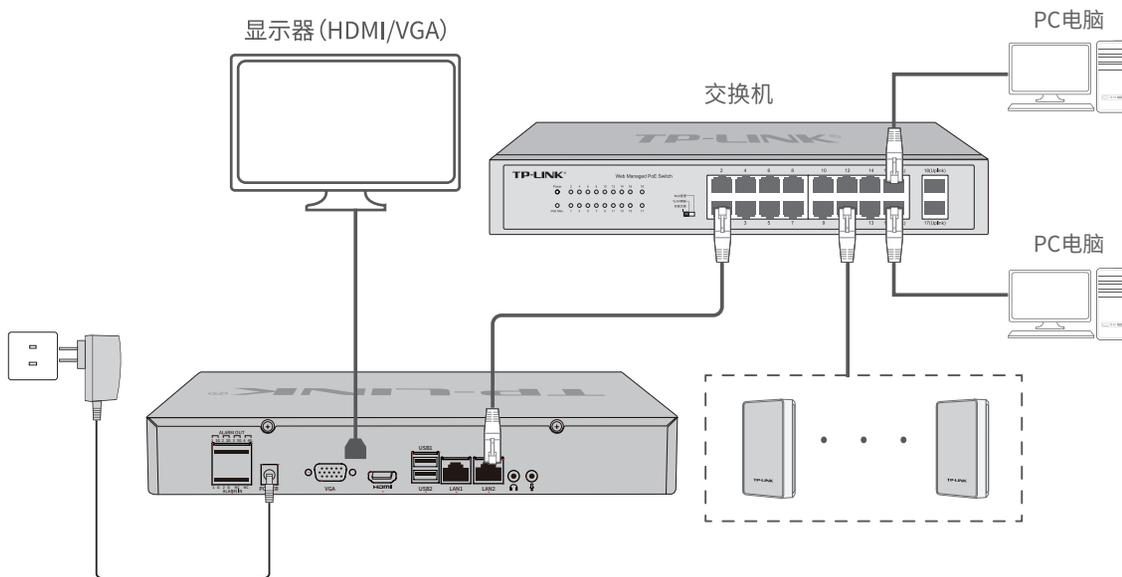

图3-1 设备连接示意图
本产品通过VGA接口或HDMI接口接入显示器，接入网线并插上电源和USB鼠标、键盘等设备，可参考图3-1连接设备。
1. 确保服务器已正确连接显示器、鼠标及其它设备，根据需求，选择合适的连接方式，可参考图 3-1。